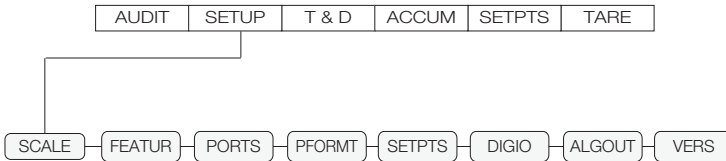

Figura 2-4. Estructura del Menú de Configuración
**Nota** *La tecla PRINT ejecuta solo un acumulado. El peso debe regresar a Cero por debajo del umbral configurado, antes de permitir otro acumulado. El umbral se configura en el Menú de configuración (ver Figura 2-4).*